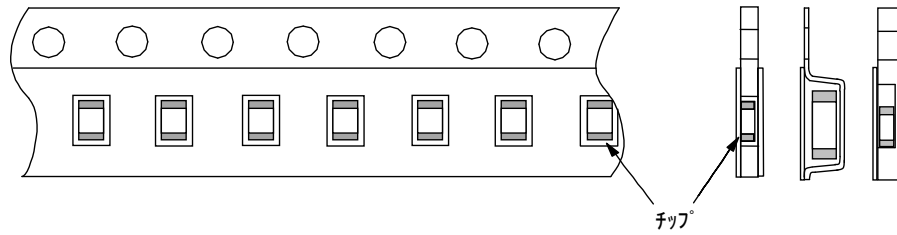

図2 リール寸法
2.11 リールは、樹脂製を使用し外観及び寸法は図2のとおりとします。尚、材料及び寸法については、改良のため、変更されることがあります。